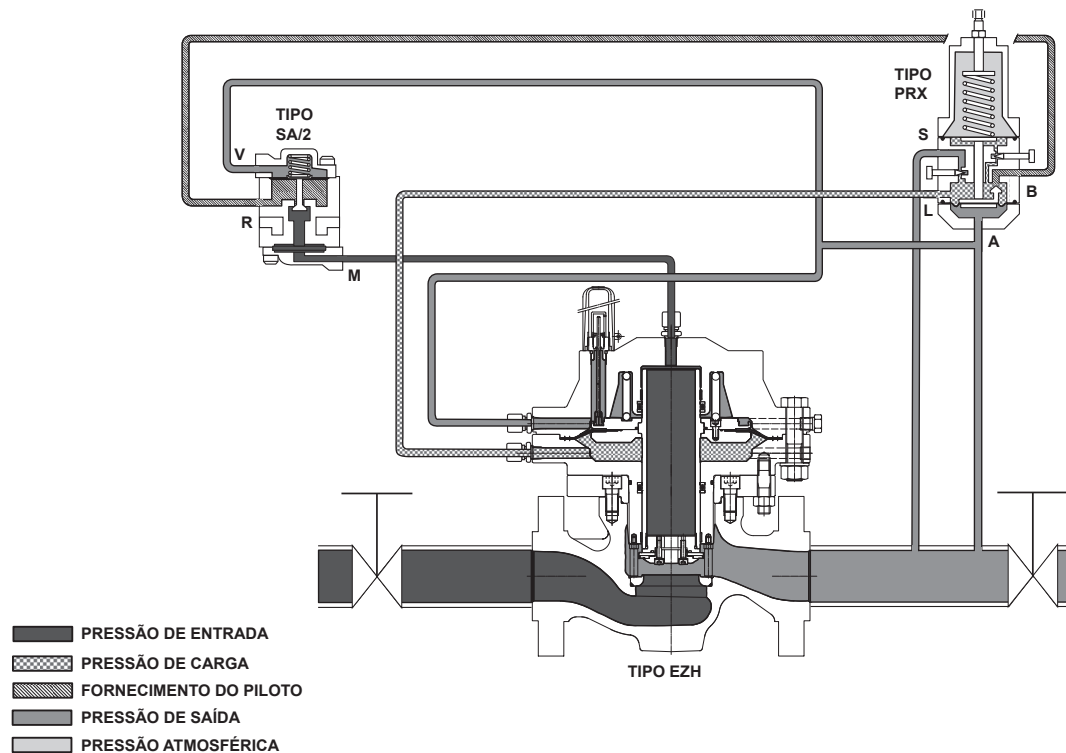

Figura 3. Princípio de Operação
O Tipo EZH operado por um piloto (Figura 3) utiliza a pressão de entrada como um meio operacional, a qual é reduzida através da operação do piloto para carregar o diafragma do atuador. A pressão de saída ou a jusante contrapõe-se à pressão de carga do atuador e mola de controle do piloto.
5. As conexões do piloto Tipo PRX são NPT de 1/4 polegada, roscadas. Conecte uma linha de controle (sensora) a jusante na parte reta da tubulação, à 6 a 10 diâmetros de tubo de distância da saída do regulador, conforme mostrado na Figura 3, utilizando uma tubulação de 3/8 polegada (9,53 mm) ou maior de diâmetro externo. Se essa distância não for conveniente, conecte a linha de controle longe dos cotovelos, reduções, bocais ou qualquer área onde haja uma velocidade anormal da vazão. Conecte a outra extremidade da linha de controle na porta "A" localizada na parte inferior do piloto Tipo PRX.
6. As conexões do piloto Tipo PRX são NPT de 1/4 polegada, roscadas. Conecte a linha de sangria a jusante da porta "S" do piloto Tipo PRX na parte reta de um tubo, na parte reta da tubulação, à 6 a 10 diâmetros de tubo de distância da saída do regulador, conforme mostrado na Figura 3, utilizando uma tubulação de 3/8 polegada (9,53 mm) ou maior de diâmetro externo.